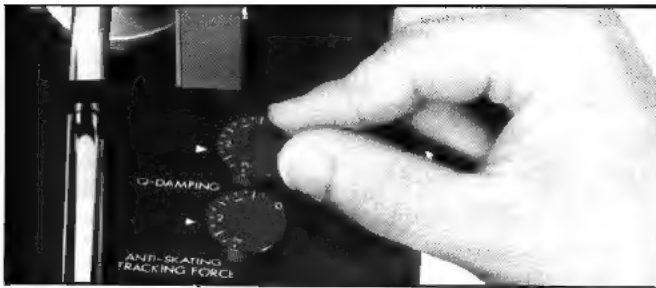

Fig. 14 Abb. 14
7. Q-DAMPING adjustment (Fig. 14)
7. Abstimmung für Tonarmdämpfung (Q-DAMPING) (Abb. 14)
7. Réglage d'amortissement (Fig. 14)